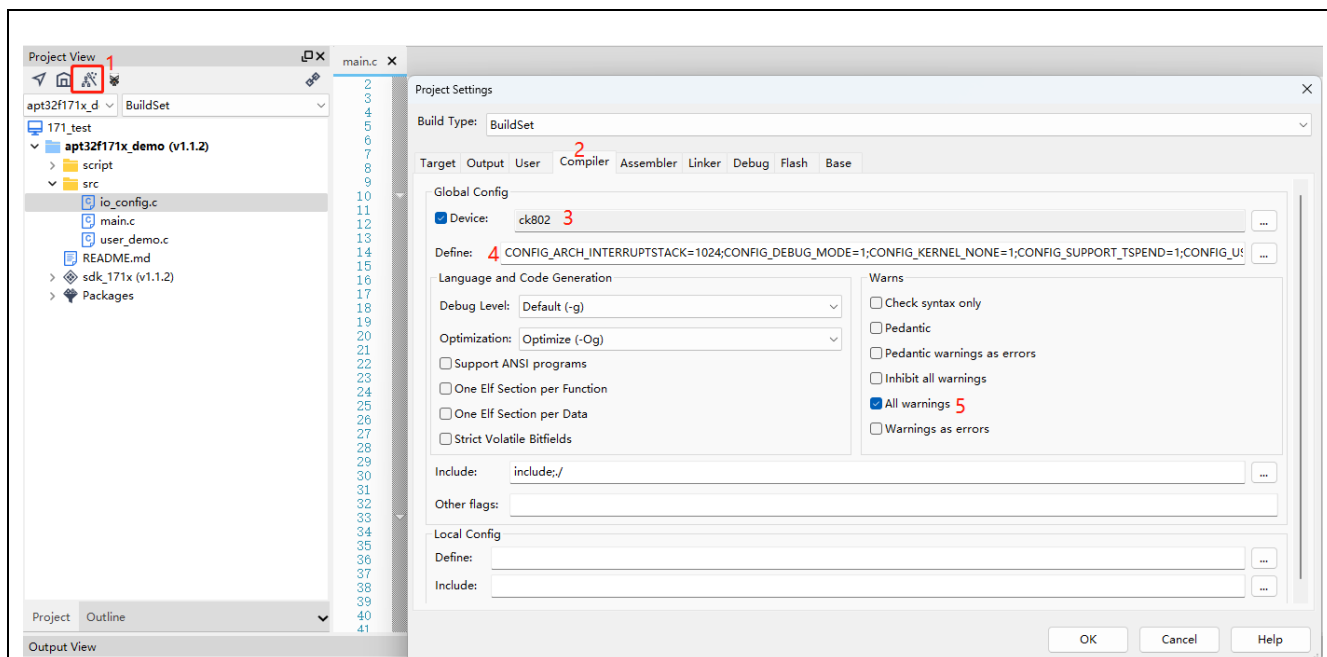

Figure 7 工程配置
2. 真实的串口输出，使用真实的硬件串口。使用时需要确保全局宏DBG_PRINT2PC=1（见Figure7）存在。调试串口数据格式固定为数据位8位，停止位1位，不校验。默认使用UART0，PA11（TXD）和PA12（RXD）。注意查看MCU 型号是否有UART0外设。UART口及对应的管脚资源可改。如果要调整串口资源，需要在board_config.h中更改相应的宏，并调整硬件连接。